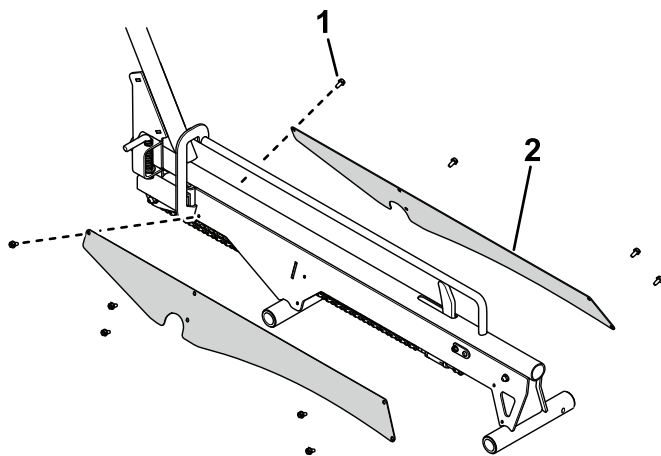

Figura 8
10. Utilize 10 parafusos de cabeça sextavada para fixar as tampas de corrente aos conjuntos da rampa (Figura 8).